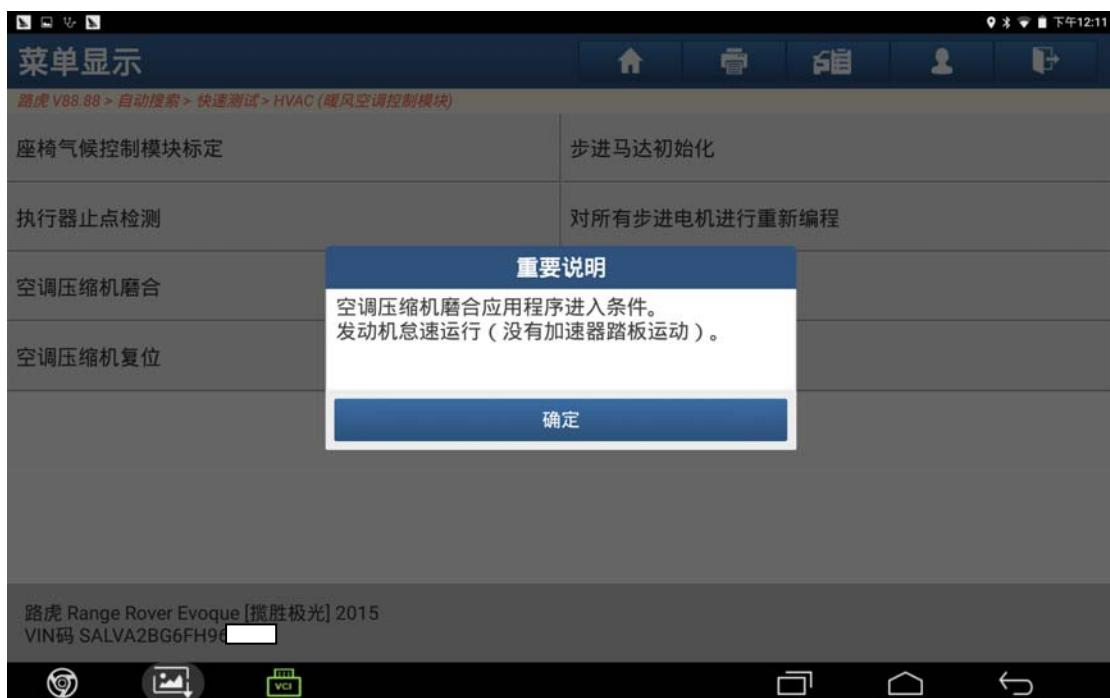

图 9
9). 根据提示满足条件后点击“确定”进入下一步（如图 9）；